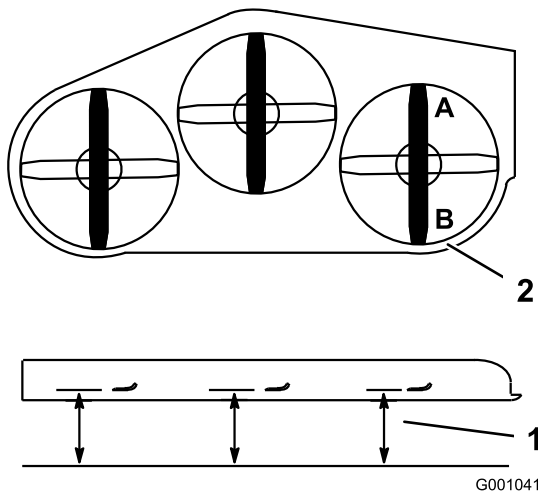

Figure 106
1. Tournez la lame **droite** dans le sens longitudinal (**Figure 106**).
2. Mesurez la distance au point **A** entre la surface plane et le tranchant de la pointe de la lame droite (Figure 106).
4. Mesurez la distance au point **B** entre la surface plane et le tranchant de la pointe de la lame droite (Figure 106).
6. La lame doit être plus basse de 6 à 10 mm au point **A** qu'au point **B** (Figure 106). Si ce n'est pas le cas, passez aux opérations suivantes.